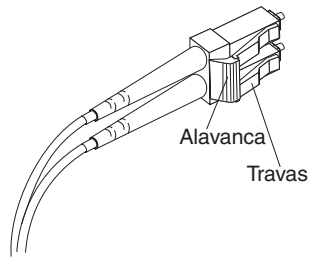

Figura 22. Alavanca e Travas do Cabo Fibre Channel LC-LC
1. Na extremidade do cabo LC-LC que se conecta ao módulo SFP ou à placa de barramento host, pressione e segure a alavanca para soltar as travas, como mostra a Figura 22.